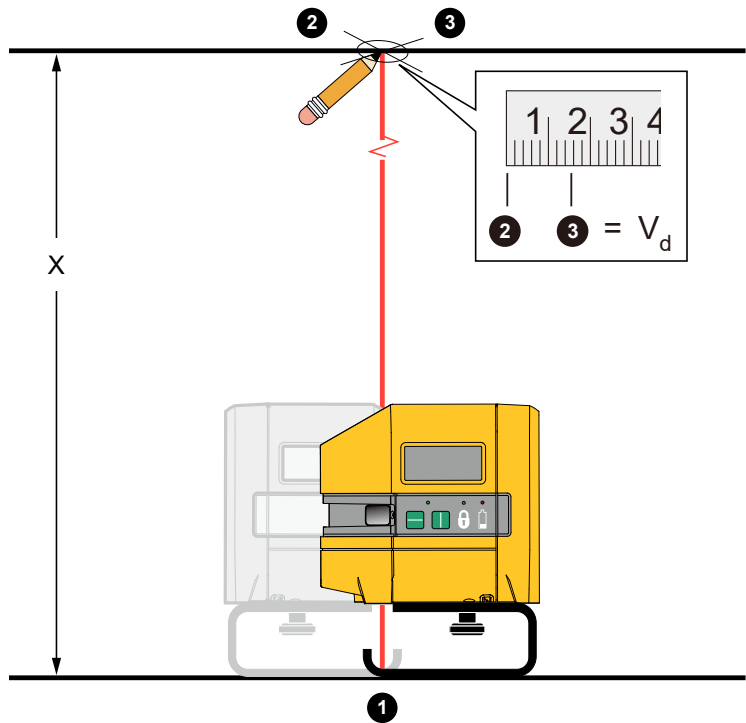

Figura 9. Precisión de la plomada
- 3. Centre el láser de punto inferior en ambos ejes de la cruz. Consulte la Figura 9.